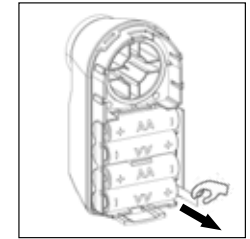

Abb. 2
- 8 Entfernen Sie den Batterieschutzstreifen aus dem Batteriefach der Motoreinheit (Abb. 2).